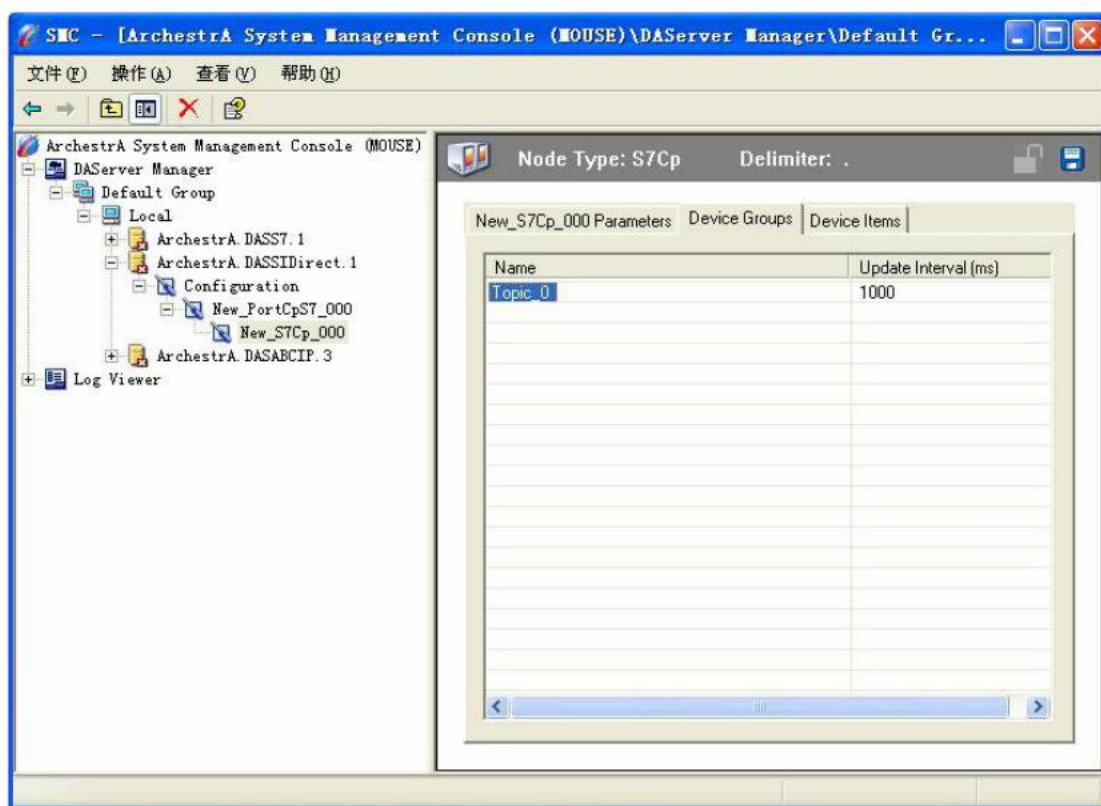

图 4. Device Group 对话框
9. 右键点击“Device Group”对话框中的空白地方，添加新的 Device Group(类似主题名)到 Device Group 对话框中。如下图 4 所示：